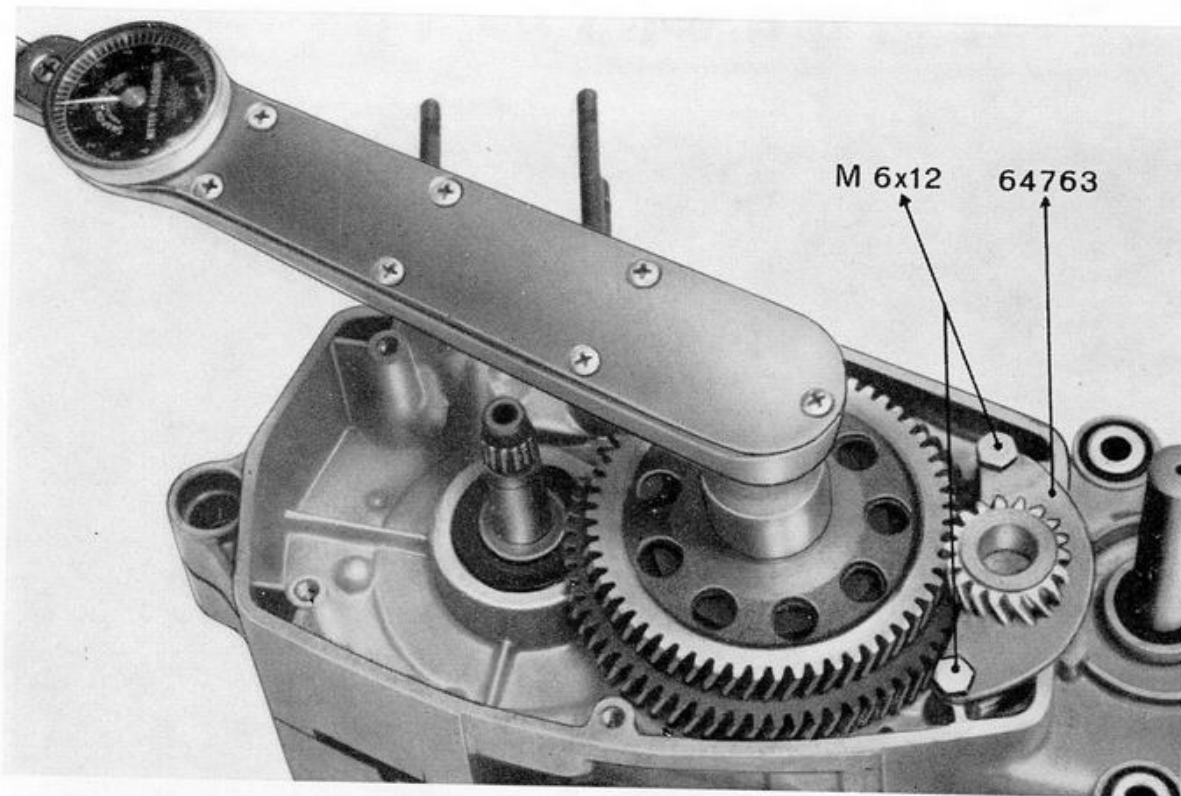

Fig. 7 - Come trattenere il gruppo ruota libera
11. Fig. 7 - Usando l'attrezzo 64763 e due viti M6x12 fermare l'ingranaggio quindi con la chiave dinamometrica svitare il dado.